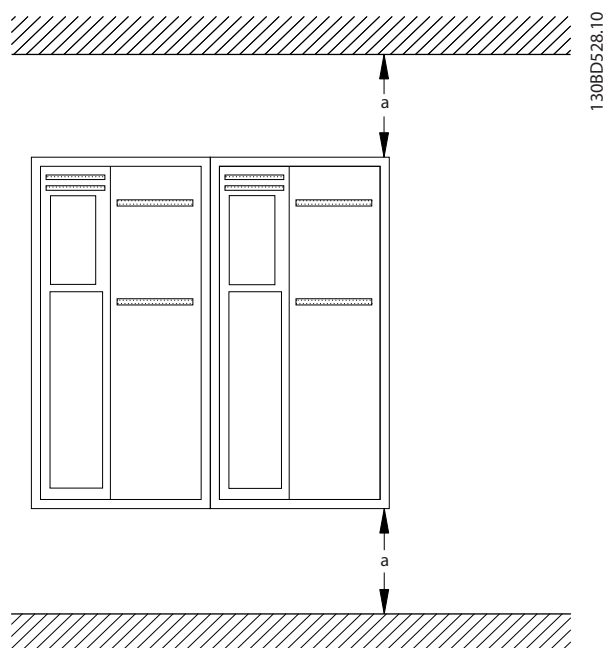

Bild 3.2 Övre och nedre kylningsavstånd
- Se till att kylningsavståndet är tillräckligt stort både ovanför och under enheten. I Bild 3.2 finns information om avståndskrav.